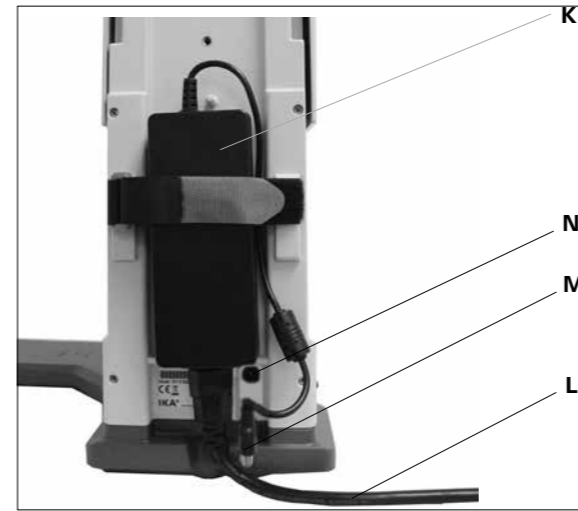

Fig. 9
#### 3.) 바탕 화면 전환을 고정 (Fig. 9)
- 뒷면의 전환 어댑터 (K)를 연결합니다. 전환 어댑터 양쪽 탭을 수축하여, 매직 테이프(벨크로)로 고정합니다. 벨크로는 전환 어댑터 밑에 두지 말아야 합니다.
- 연결 소켓(N)에 낮은 전압 커넥터(M)를 연결합니다. (Fig. 9)